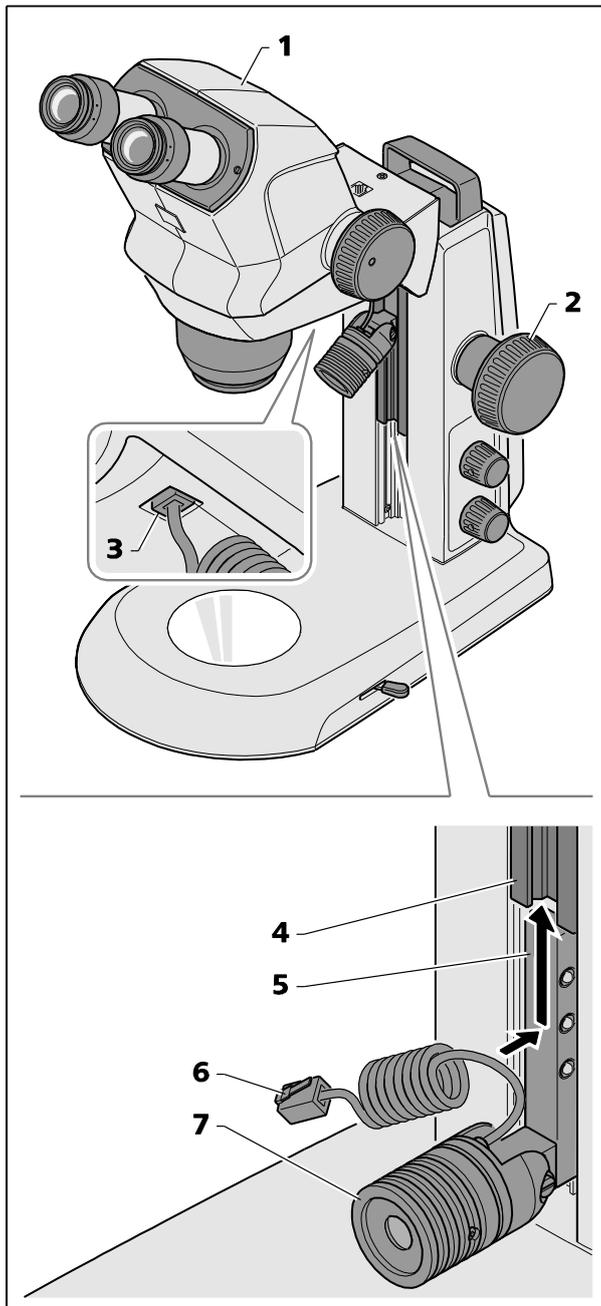

Fig. 8 Montage du dispositif d'éclairage à spot
- Déplacer le corps du microscope (Fig. 8/1) dans sa position la plus haute à l'aide du bouton de mise au point (Fig. 8/2).
- Insérer le dispositif d'éclairage à spot (Fig. 8/7) dans le statif en faisant glisser le support (Fig. 8/5) dans le guide du statif (Fig. 8/4) par dessous, et le pousser vers le haut dans la position souhaitée.
- Brancher le câble de connexion (Fig. 8/6) du dispositif d'éclairage à spot sur la prise inférieure du support Stemi (Fig. 8/3).